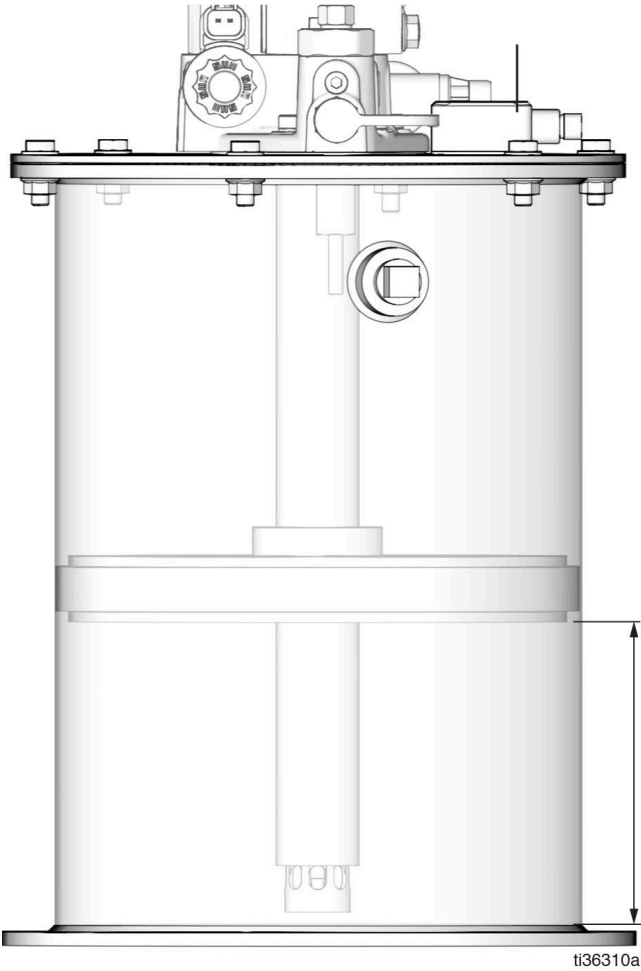

図 20
低レベルスイッチ (S)(図 20) は、従動プレート (Y) のタンクの下部からの距離が工場出荷時の設定の距離に達すると、フォルトを表示します。残りのグリースのレベルが約 10% になると、このフォルトはアクティベートされます。